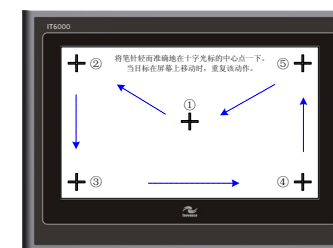

图7 校准操作过程示意图
- ◆ 进入校准模式后，屏幕中间出现一个“+”（如图7所示）。